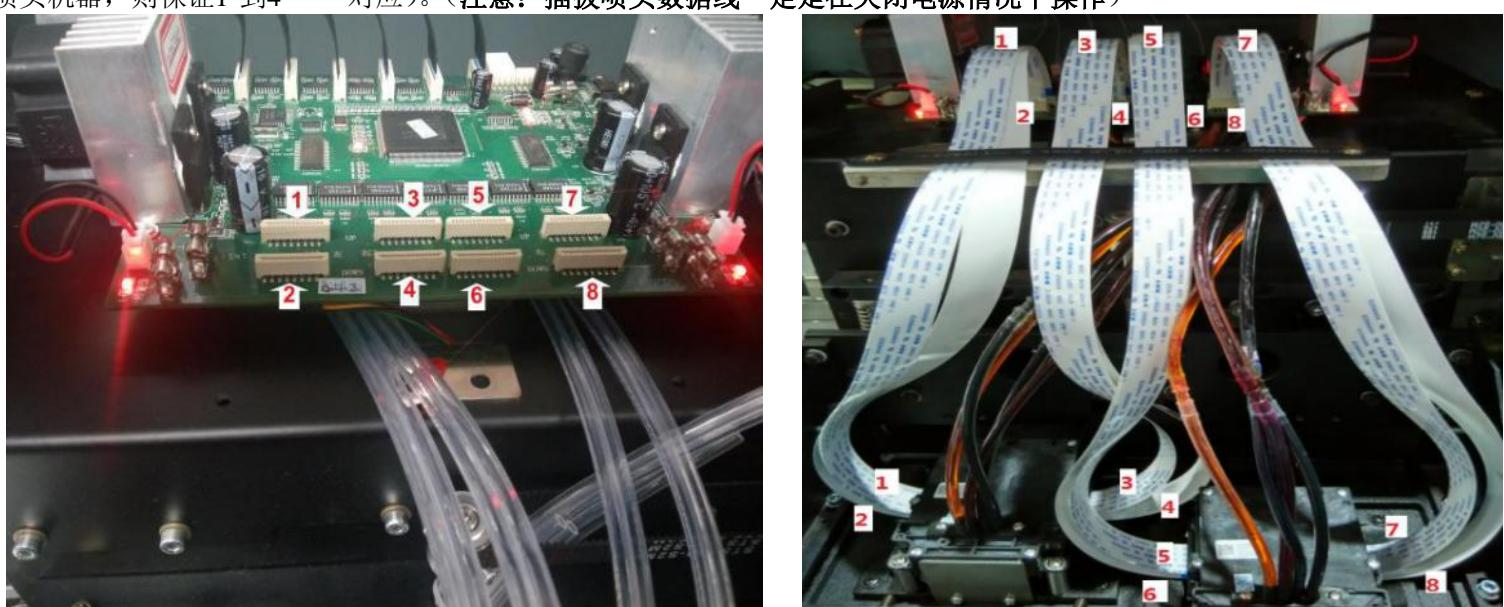

图 5.5 喷头连线
3、以上测试完成合格以后关闭电源再把喷头数据线连接到头板上。按照图 5.5 所示序号一一对应，喷头的上面一排要接到喷头转接板的上面一排，喷头的下面一排要接到喷头转接板的下面一排（上对上，下对下），且要从左到右依次对应，（对与单喷头机器，则保证1 到4 一一对应）。(注意：插拔喷头数据线一定是在关闭电源情况下操作)